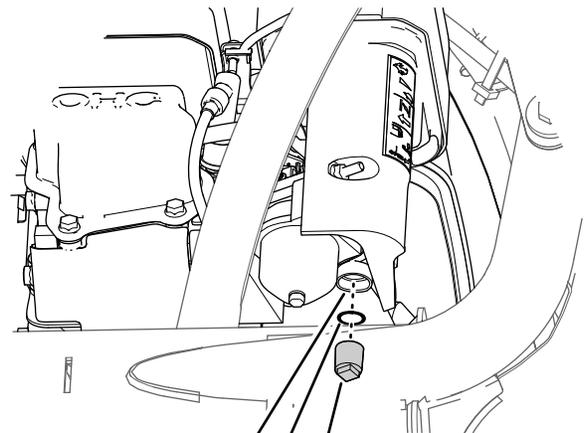

Figura 66
2. Coloque un recipiente de vaciado debajo del cuerpo de la válvula de cierre de combustible del carburador (Figura 66).
3. Enrosque la taza de sedimentos en sentido antihorario y retire la taza del carburador (Figura 66).
- Enrosque la taza de sedimentos en la carcasa de la válvula de cierre de combustible y apriétela a mano (Figura 66).